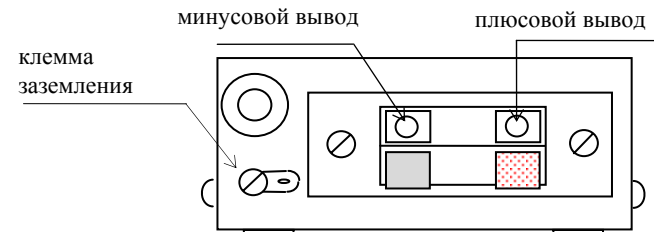

Рис.1. Задняя панель источника
- 5.4. Присоедините к клеммам контактной колодки нагрузку, соблюдая полярность. Для этого плавно надавите на пластмассовый зажим по направлению к низу источника, вставьте в отверстие провод подходящего сечения и плавно отпустите зажим. Контактная колодка для подключения аппаратуры находится на задней панели источника (см. Рис.1)